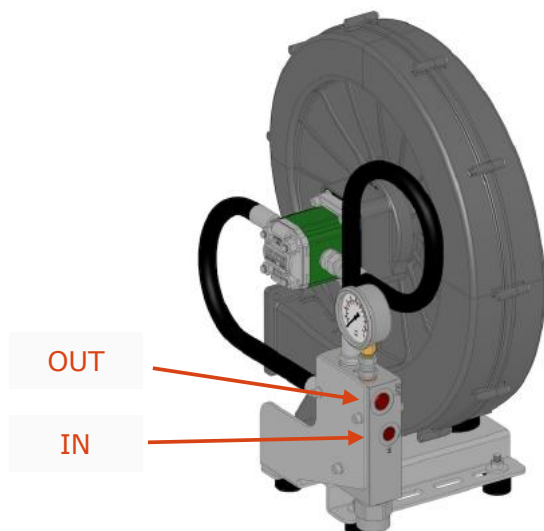

FIGURE 6
1. Raccorder la bouche de refoulement «IN» (ENTRÉE) dotée d'un filet de 3/8" du régulateur de débit au tuyau de refoulement (FIGURE 6);
2. Raccorder la bouche de refoulement «OUT» (SORTIE) dotée d'un filet de 1/2" du régulateur de débit au tuyau de refoulement (FIGURE 6)